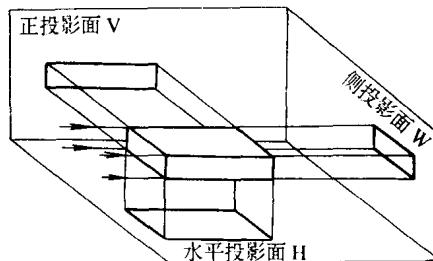
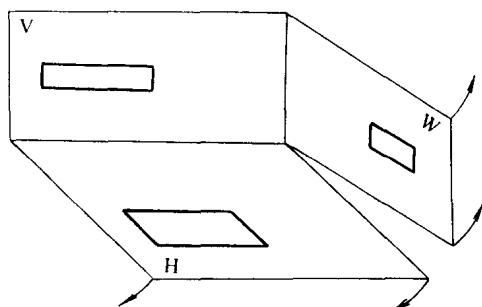
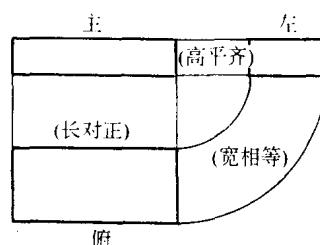

图 1-2 长方体在三个投影面上的投影
图 1-3 投影面的展开图
图 1-4 展开后长方体的三视图
(2) 三视图 将长方体置于三个互相垂直的投影面体系中，使其底面与水平投影面平行，前面与正投影面平行，分别向三个投影面投影，可得到长方体的三个视图（见图 1-2）；将三投影面按图 1-3 中箭头所指的方向顺次旋转展开，即形成三视图，见图 1-4。